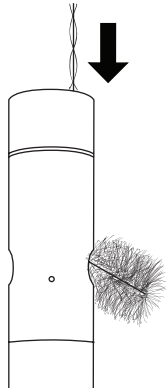

Figura 62 Escova do canal
2. Insira a escova no topo dos canais e escove os canais 15 a 20 vezes (Figura 62).